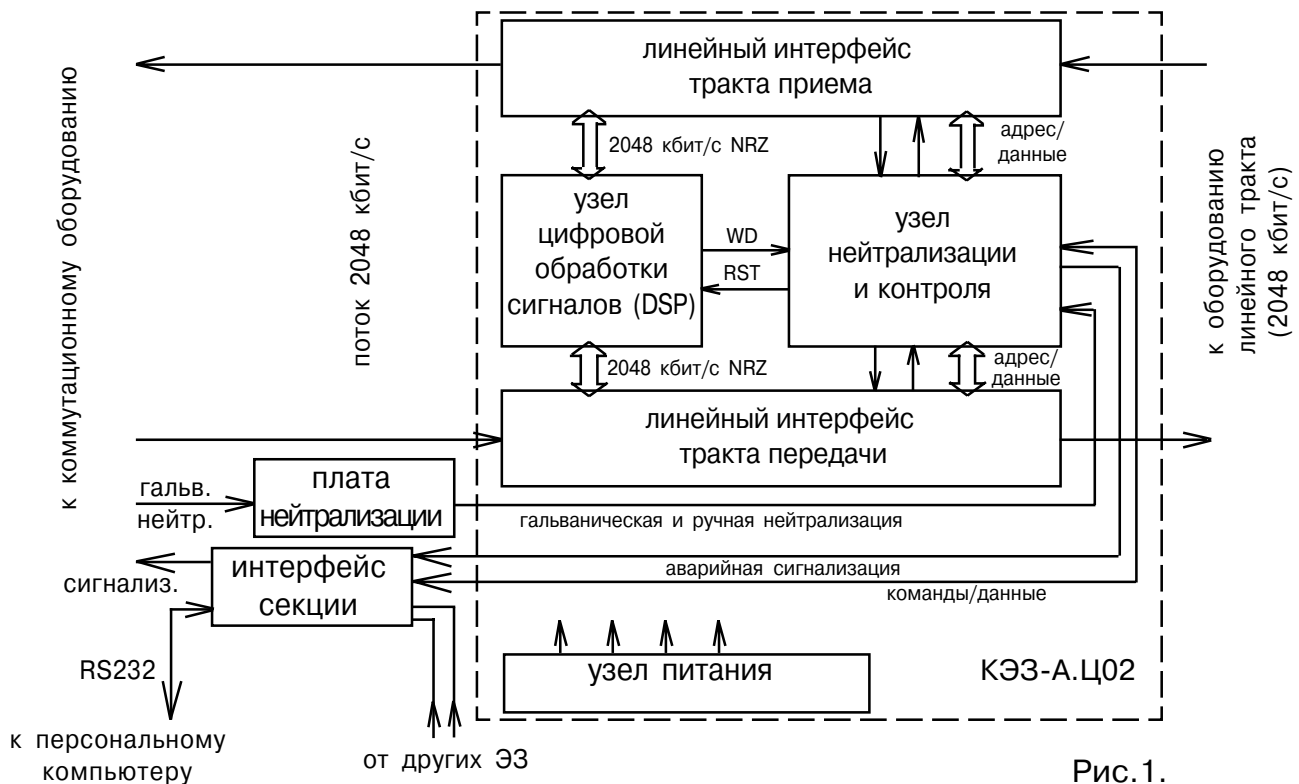

Рис.1.
7.3.1. Структурная схема эхозаградителя приведена на рис. 1.